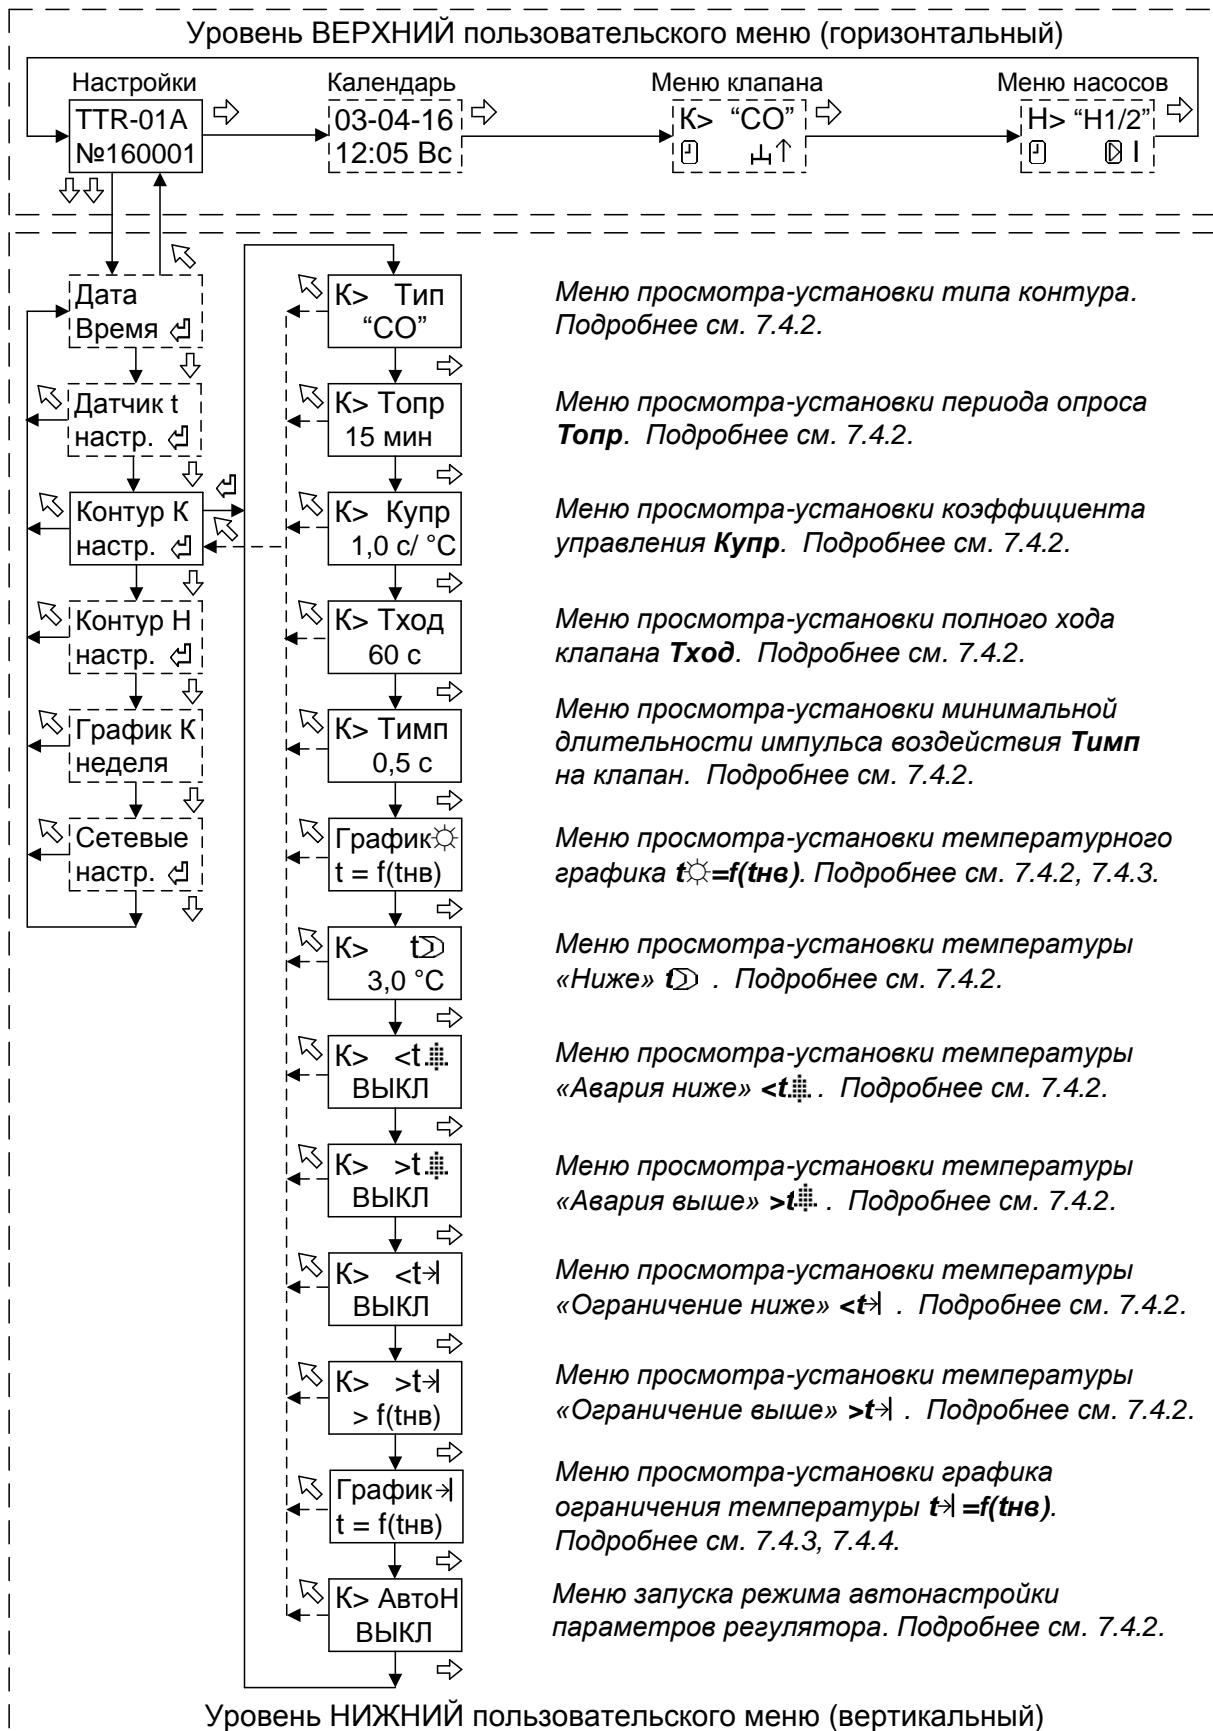

Рисунок 4 - Структура меню настройки параметров для системы отопления
7.4.3 Для просмотра-установки температурного графика регулирования необходимо войти с помощью нажатия кнопки “ $\leftarrow$ ” (см. рисунок 4 ) в меню «График  $t=f(t_{нв})$ ».